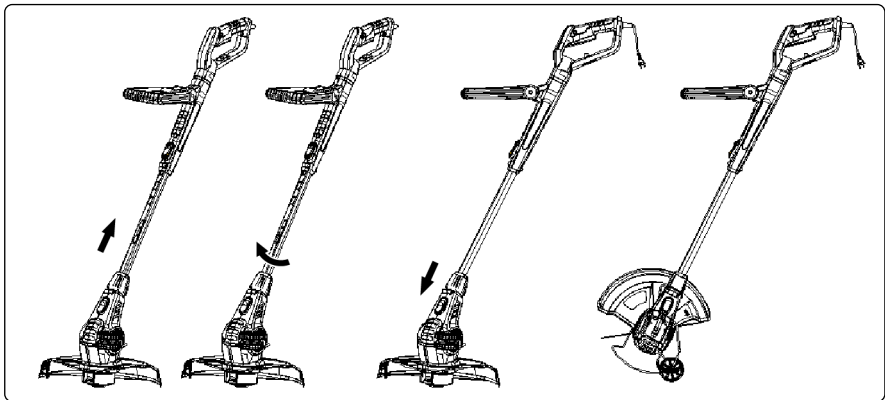

Рис. 19
- Открутить муфту штанги, как показано на Рис. 19.